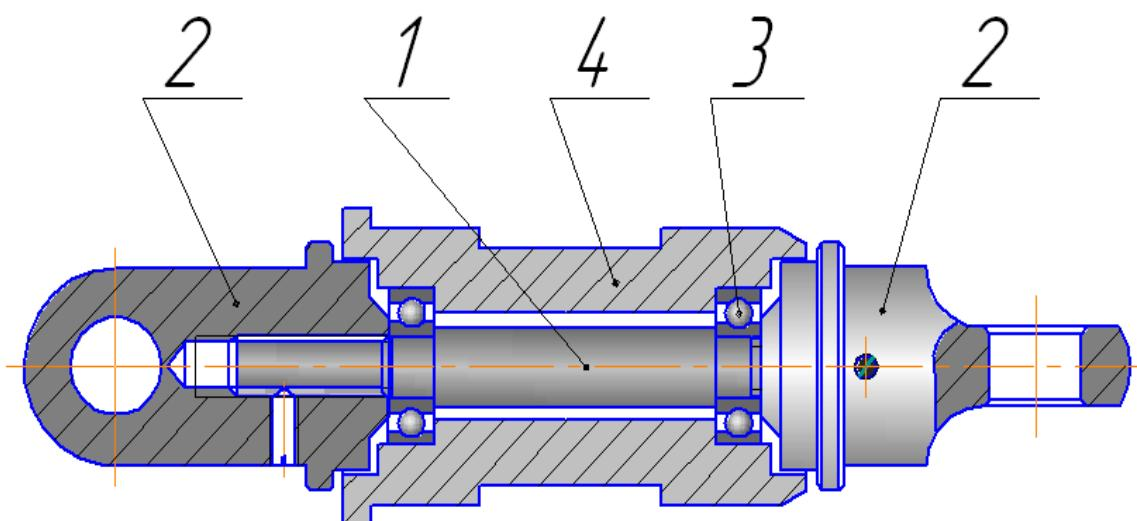

Рисунок 5.4
5.5.2 Вертлюг (рисунок 5.4) представляет собой шарнирное соединение, состоящее из оси **1**, верхней и нижней серёг **2**, корпуса **4** с установленными в нем двумя подшипниками **3**.
8.3 Проверить при работе вертушки с вертлюгом отсутствие затираний в подшипниках вертлюга. Для этого корпус **4** (см. рисунок 5.4) привести рукой во вращение, при этом не должно наблюдаться затираний и резких торможений. При наличии их вертлюг следует разобрать в соответствии с п.10.2.4.